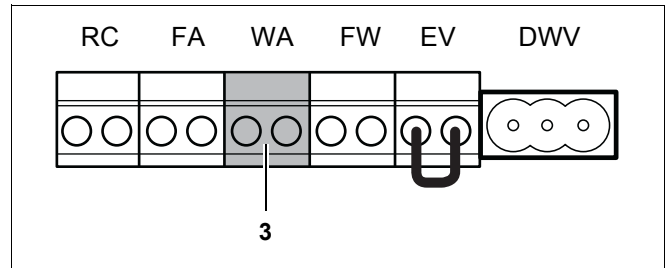

Fig. 32 Regletă – solicitare de căldură fără potențial (culoare de racord verde)
- Racordați contactul pentru o solicitare de căldură fără potențial la borna WA verde (Fig. 32, **Poz. 3**). Rezistența maximă admisă a acestui circuit este de 100 Ohm. Folosiți pentru aceasta un cablu de curent electric cu două conductoare de 0,4 bis 0,75 mm² fiecare.